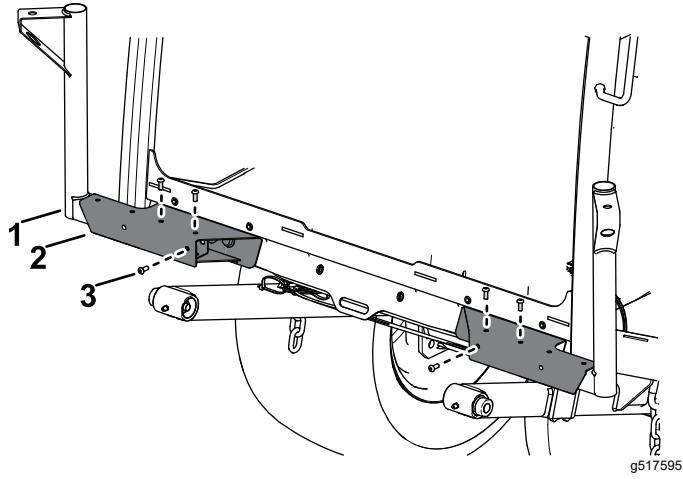

Figure 15
2. Fixez le support du feu gauche et le support du feu droit sur les bases en vissant 3 boulons à tête ronde ($\frac{1}{4}$ " x $\frac{5}{8}$ ") dans les écrous rapides de chaque côté (Figure 15).